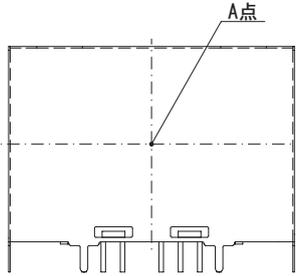

図7.10 強制通風時の温度測定箇所（ケース印字面）
■強制通風時（1m/s）は、図7.10のA点の温度が95℃以下となるように通風して、ご使用ください。